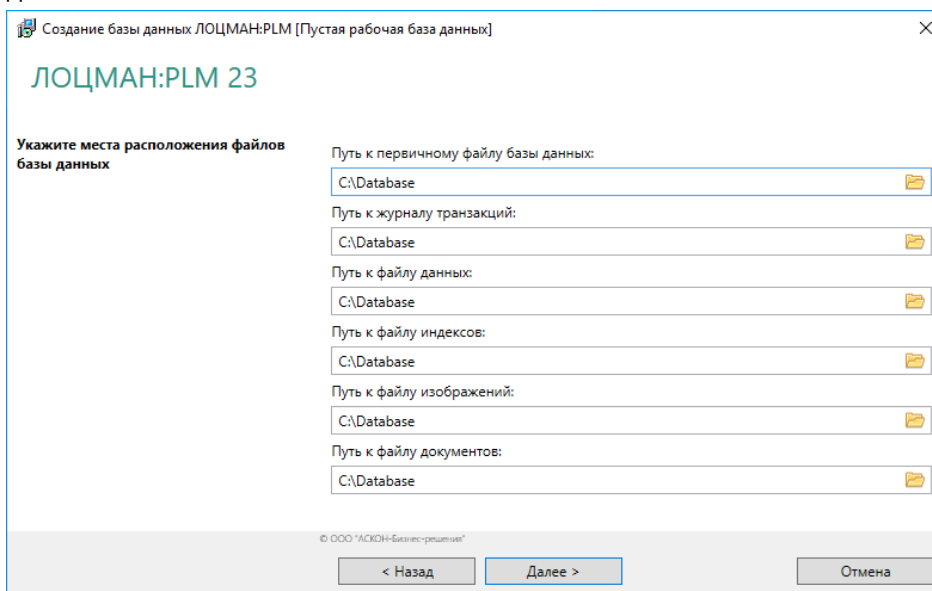

Рис. 3.12
- Заполните поля ввода данных (рис. 3.12). Пути можно задать вручную или выбрать в стандартном диалоге Windows, который появится после нажатия кнопки **Выбрать**. После указания пути к первичному файлу базы данных, остальные поля ввода автоматически заполнятся теми же значениями. При необходимости их можно изменить.